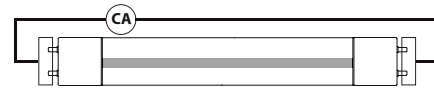

Figure 1. - Connexion à deux extrémités
6. Les lampes LED T8 sont uniquement conçues pour des connexions à deux extrémités (**Figure 1**).